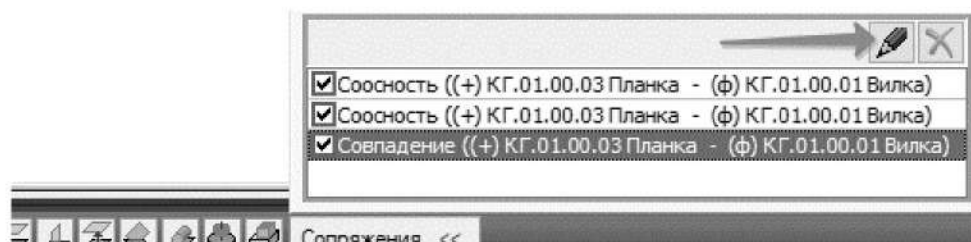

Рисунок 3.42. Редактирование сопряжений
2.5.8 Если деталь займет неправильную ориентацию, в списке **Сопряжения компонента** на Панели свойств укажите сопряжение **Совпадение** и нажмите кнопку **Редактировать** (рисунок 3.42).